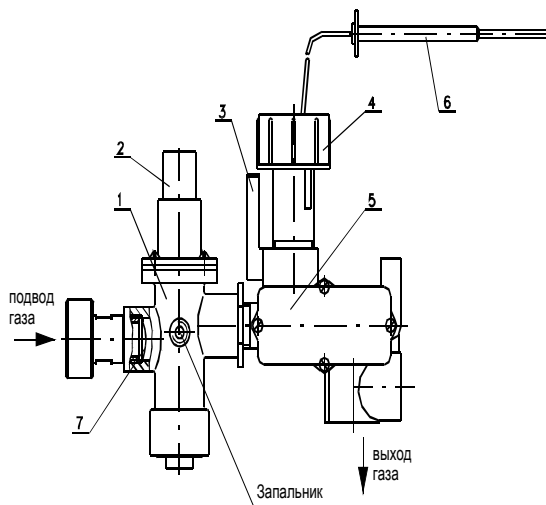
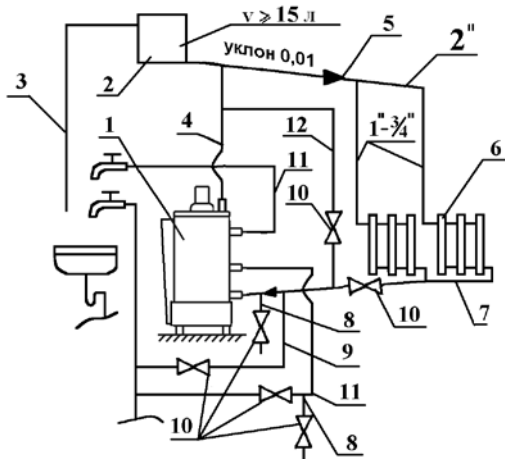

Рис. 2 Автоматика аппарата
Рис.4 Схема системы отопления и горячего водоснабжения
4.2. Автоматика аппарата (Рис.2) состоит из клапана газового магнитного 1 (Рис.2), терморегулятора 5 (Рис.2), сильфона - термобаллона 6 (Рис.2) и служит для подачи газа к запальнику и горелке и автоматического отключения подачи газа при:
4.4. Терморегулятор 5 (Рис.2) предназначен для регулирования температуры воды в баке и состоит из узла «сильфон - термобаллон» 6 (Рис.2), установленного внутри бака аппарата, системы рычагов и клапана, расположенных в корпусе терморегулятора. На корпусе закреплена ручка регулировочная 4 (Рис.2), вращая которую относительно стрелки 3 (Рис.2) можно настраивать терморегулятор на температуру воды от 50°C до 90°C . Эта перемена температуры вызывается перемещением сильфона вверх (вниз) при вращении ручки регулировочной и его воздействием на рычажный механизм.
- нажимать кнопку пусковую 2 (Рис.2) и вращать ручку регулировочную температуры нагрева воды 4 (Рис.2) без надобности;
- настраивать ручку регулировочную 4 (Рис.2) на температуру выше 90 °;
6.11. Заполните трубу для установки сильфона - термобаллона 6 (Рис.2) машинным или автомобильным маслом (объем заливаемого масла $\sim 6 \text{ см}^3$).
6.13. Заполните систему отопления водой. Контроль заполнения системы отопления осуществляется по трубе сигнальной 3 (Рис.4). Категорически запрещается установка запорной арматуры на стояке, идущем от аппарата. В целях исключения нарушения прочности и плотности аппарата при заполнении и подпитке системы отопления не допускать превышения давления перед аппаратом более 150 кПа ($1,5 \text{ кг/см}^2$).
6.19. При работе аппарата в летнее время только на ГВС, после прекращения забора горячей воды выключите основную горелку, повернув ручку регулировочную 4 (Рис.2) в положение "0" (Выключено).
6.21. При длительном отборе горячей воды рекомендуем: для повышения температуры и объема горячей воды предварительно установить ручку регулировочную 4 (Рис.2) на температуру $80^\circ\text{C} \div 85^\circ\text{C}$ и закрыть вентиль 10 (Рис.4) на магистрали обратной воды 7 в системе отопления. После окончания забора горячей воды открыть вентиль 10 на магистрали обратной воды 7 для восстановления циркуляции воды в системе отопления и установить ручку регулировочную 4 (Рис.2) на требуемую температуру.
6.22. На летний период закрыть вентиль 10 (Рис.4) на магистрали 7 обратной воды и открыть вентиль 10 на магистрали 12. На осенне-зимний
6.23. При работе аппарата в летнее время только на горячее водоснабжение с постоянным длительным забором (ванна, душ), с расходом 5,4 л/минуту (АКГВ-17,4-3 Универсал), 7,1 л/минуту (АКГВ-23,2-3 Универсал), 8,9 л/минуту (АКГВ-29-3 Универсал), для получения стабильной ее температуры (не ниже 45 °С) необходимо устанавливать ручку регулировочную 4 (Рис.2) на температуру 80 °С÷85 °С и при ее достижении включить забор воды. Не более чем через 10 минут после включения забора воды аппарат выходит на стабильный режим работы и выдает воду с температурой не ниже 45 °С.
8.4. В случае прекращения работы аппарата в зимнее время на продолжительный срок (свыше суток) полностью слейте воду из системы отопления и системы горячего водоснабжения через вентили 10 сливных магистралей 8 (Рис.4) во избежание ее замерзания.